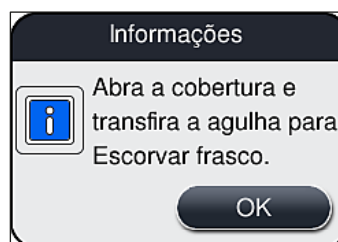

Fig. 97
3. Observe a seguinte mensagem de informações (→ Fig. 97).
5. Coloque a unidade de agulhas (→ Fig. 98-1) no frasco de escorvar (→ Fig. 98-3) e confirme a mensagem de informações (→ Fig. 97) com **OK**.
4. Observe as mensagens de informações a seguir (→ Fig. 96), (→ Fig. 97) e (→ Fig. 101) e confirme cada uma com **Ok**.